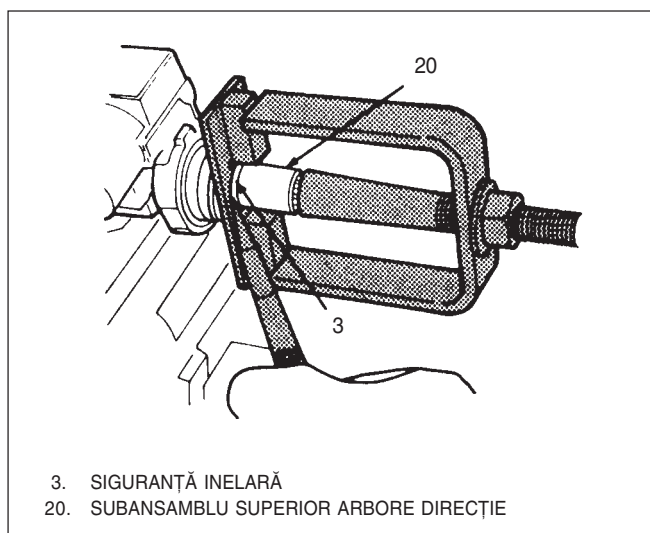

Fig. 12 Montare și demontare siguranță inelară
- 9) Contactul de aprindere (15) în carcasa sa (14). Asigurați-vă că știftul de fixare intră în urechea contactului (15).
- 10) Șurubul (16) de fixare contact aprindere și se strânge la mână (aproximativ 0,3 Nm).
- 11) Yala de blocare în carcasa (14) a contactului aprinderii.
- 12) Carcasa (14) a contactului aprinderii la carcasa (12) a coloanei cu șaibe (11) și șuruburile cu cap fals de forfecare (10). Se strâng șuruburile (10) pînă la forfecarea capului fals (aproximativ 11 Nm).
- 14) Se rotește ansamblul arbore direcție (19) pînă la cuplarea bolțului de blocare cînd arborele de direcție este blocat în poziție.
- 15) Cămașa interioară (9), scaunul (8) al cămașii interioare, arcul (5) al rulmentului superior și bucșa (4) fixare arc.
- 16) Se apasă pe bucșa (4) și se comprimă arcul (5) (Vezi Fig 12).
- 17) Siguranța inelară (3) în șanțul de pe arborele superior (20).
- 18) Carcasa (7) a comutatorului semnalizare schimbare direcție la carcasa (12) a coloanei prin șuruburile cu cap imbus (6) care se strîng la un cuplu de 3,4 Nm.
- 19) Bucșa de centrare (28) pe capătul inferior al arborelui de direcție (23) și în ansamblu manta (27) pe la capătul inferior.